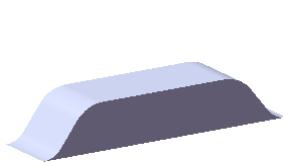
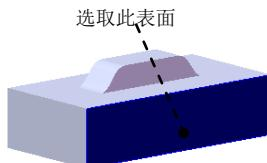
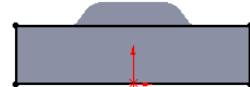

图 17.12.9 创建切除一拉伸 1
图 17.12.10 定义草图平面
图 17.12.11 横断面草图
Step6. 创建图 17.12.9 所示的零件特征——切除一拉伸 1。选择下拉菜单 **插入(I)** → **切除(C)** → **拉伸(E)…** 命令；选取图 17.12.10 所示的模型表面为草图平面，绘制图 17.12.11 所示的横断面草图；采用系统默认的切除深度方向；在 **方向1** 区域的下拉列表中选择 **完全贯穿** 选项。单击 **确定** 按钮，完成切除一拉伸 1 的创建。